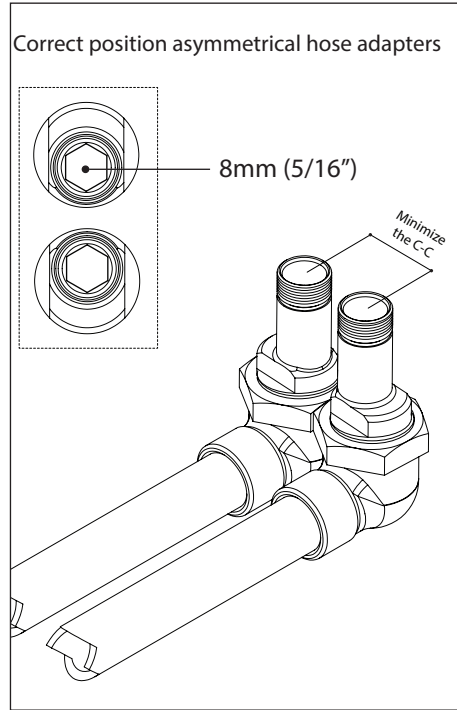

Fig.2
Separate the adaptors from the hoses by unscrewing the nut (4) (fig.2) while pulling-out at the same time (until the thread is engaged). Referring to fig.2, install the asymmetrical hose adaptors to the supply-pipes inlets. Be aware you can also use 8mm (5/16") Allen Keys to thread the adapters in place. For a trouble-free installations bring the 2 hoses adapters as close from one another as possible. The max C-C which can be accommodated with this faucet is 23mm.
Séparer les adaptateurs des alimentations flexibles en dévissant leurs écrous (4) (fig. 2) tout en exerçant une traction (jusqu'à ce que le pas de vis soit engagé). Se référant à la fig.2, installer les adaptateurs asymétriques sur les arrivées d'eau chaude et froide. Vous pouvez aussi utiliser une clé Allen 8mm (5/16") pour fixer les adaptateurs en place.